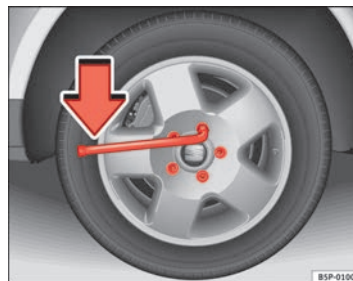

Fig. 175 Changement de roue : dévissez les boulons de roue
- Attrapez la clé par l'extrémité et faites-lui faire environ un tour vers la **gauche** ⇒ fig. 175.